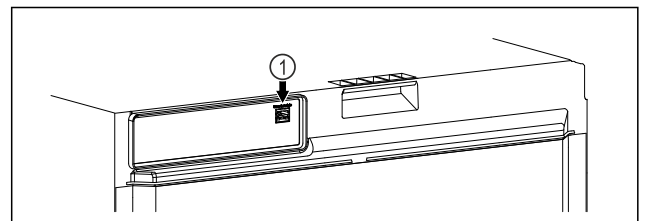

Fig. 110
- SmartModule Fig. 110 (1) este instalat.